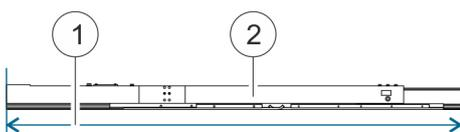

Abb. 11: Gesamtlänge TracFeed® OSS Dilatation
1. ➤ Gesamtlänge (Abb. 11/1) der eingestellten TracFeed® OSS Dilatation (Abb. 11/2) messen.